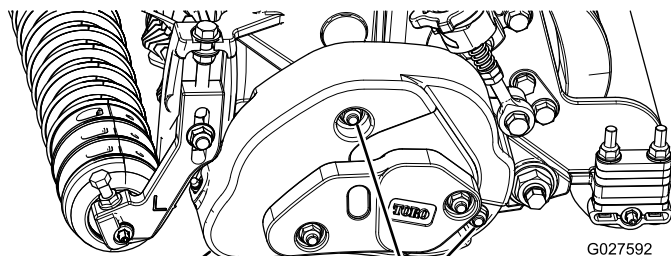

图2
1. 拆下固定疏草刀外罩的 2 个凸缘螺母，然后取下外罩（图2）。